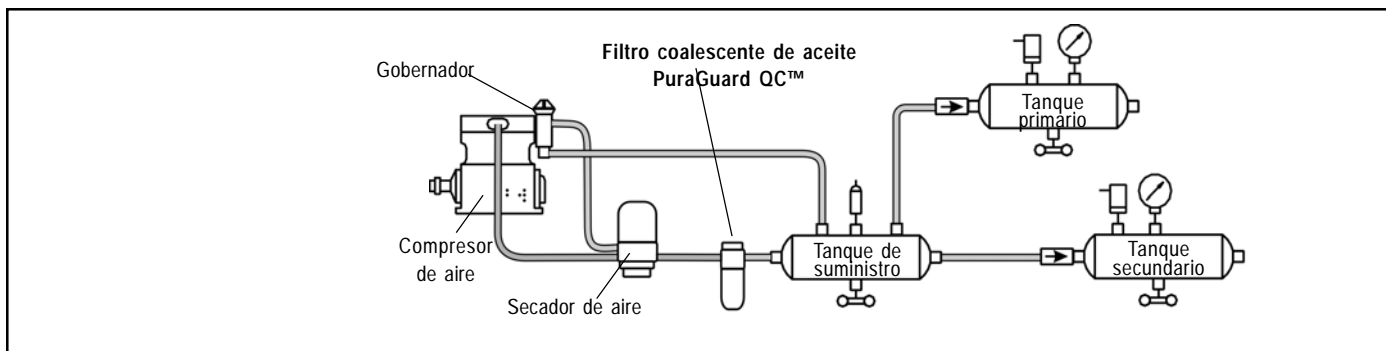

FIGURA 3 - INSTALACION DEL SISTEMA DEL FILTRO COALESENTE DE ACEITE PURAGUARD QC™ CON SECADOR DE AIRE
2. Colóquelo lo más cerca posible al tanque primario (suministro) y más arriba del tanque de suministro (Vea la Figura 3).